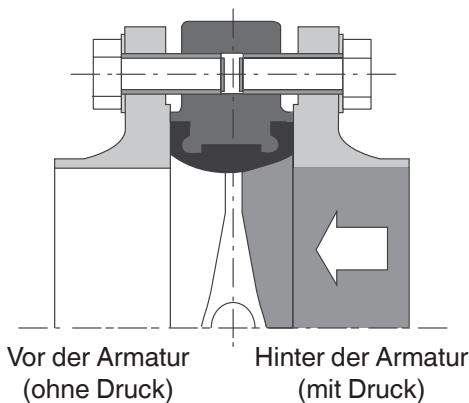

Abbildung 5: Erster Einbauschritt
4. Alle Schrauben an der Seite hinter der Armatur über Kreuz lösen (siehe Abbildung 5 - 7).